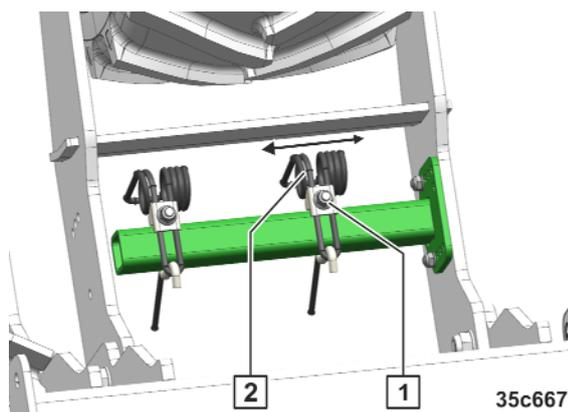

Рис. 201
1. Ослабьте гайку (Рис. 201/1).
2. Переместите кронштейн сетчатой бороны (Рис. 201/2) в нужное положение.